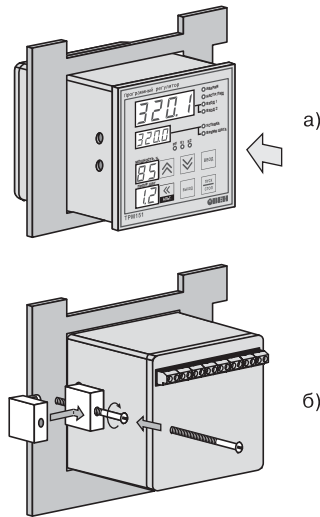

Рис. 12. Установка прибора щитового крепления
1. Вставьте прибор в специально подготовленное отверстие на лицевой панели щита (см. прил. А и рис. 12, а).
2. Вставьте фиксаторы из комплекта поставки в отверстия на боковых стенках прибора (рис. 12, б).